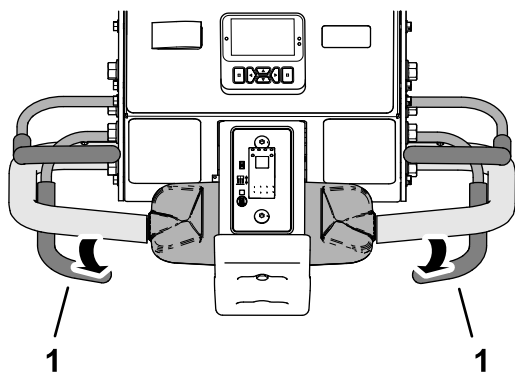

Figura 85
- Conforme os pneus frontais rodam ao longo do perímetro da área de arejamento, solte a pega de arejamento (Figura 85).